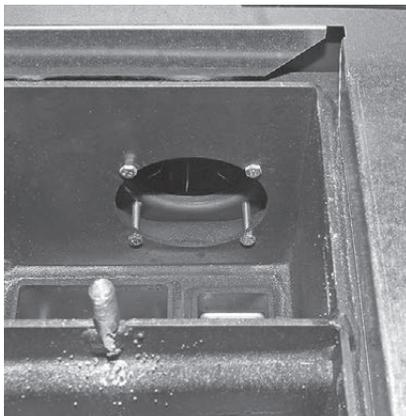

Fig. 40 Rimuovere le 4 viti
- ▶ Rimuovere le 4 viti a testa esagonale interne in corrispondenza delle superfici riscaldanti – Fig. 40. Rimuovere con cautela il ventilatore gas combusti.